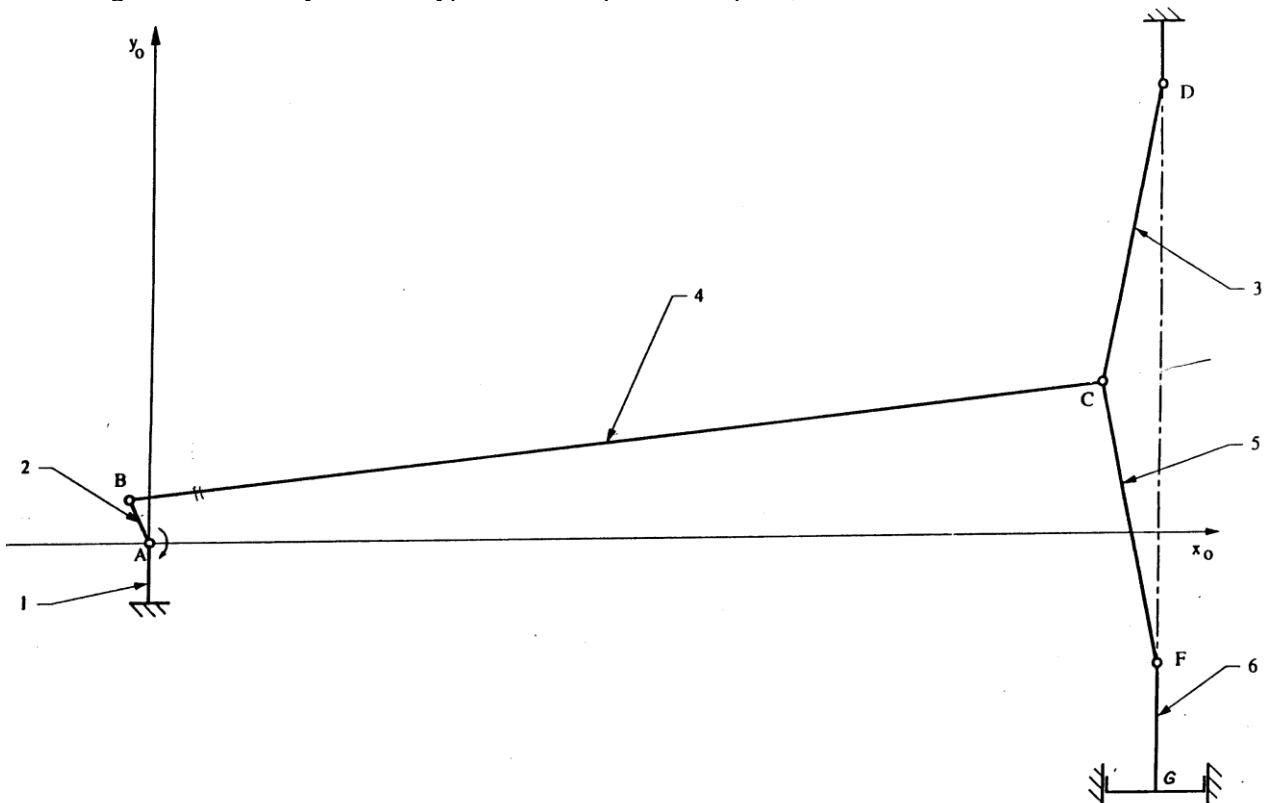

Figure 2
- ☞ Définir les liaisons entre les pièces conformément au graphe de liaison en cliquant droit sur *liaison/ajouter*. Définir les pièces concernées puis sélectionner le point ou le segment de droite correspondant à la caractéristique géométrique de la liaison soit en cliquant dessus dans la zone graphique (objet), soit en définissant conformément à la figure 2 les coordonnées nécessaires.